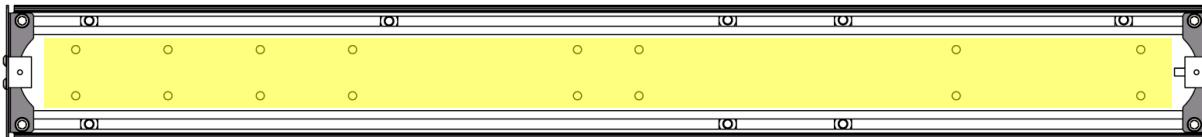

Figure 4-3 Trous de fixation recommandés
- Utiliser le foret approprié pour les fixations à utiliser. Percez au moins 6 trous de montage sur le côté moteur du collecteur et 4 trous sur le côté contrôleur. PERCEZ LES TROUS ENTRE LES CANAUX comme indiqué en jaune ci-dessous (Figure 4-3).